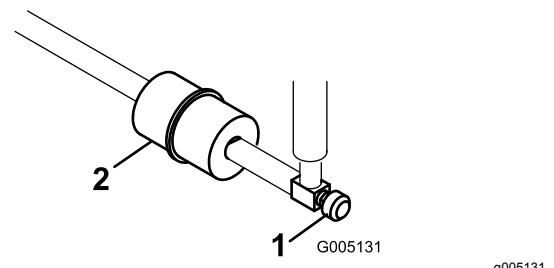

Figura 35
Il filtro del carburante in linea si trova nella linea del carburante tra il serbatoio del carburante e il carburatore (Figura 35).
1. Chiudete la valvola di intercettazione del carburante (Figura 35).
2. Posizionate una bacinella di spурго sotto il filtro, allentate la fascetta stringitubo sul lato del carburatore del filtro e rimuovete la linea del carburante dal filtro (Figura 35).
3. Allentate l'altra fascetta stringitubo e rimuovete il filtro (Figura 35).